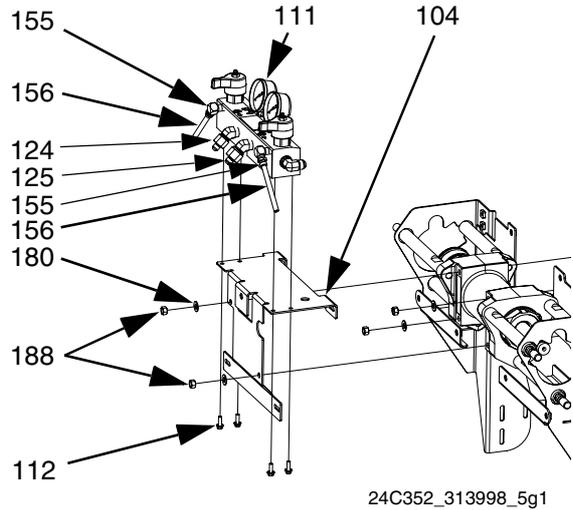

FIG. 6
5. Vea la FIG. 6. Retire cuatro tornillos (107) que fijan la bomba en línea al conjunto de alimentación hidráulica. Esto también soltará la placa del colector (104) del impulsor hidráulico.
2. Vea la FIG. 6. Alinee la placa del colector (104) con el impulsor hidráulico. Alinee el impulsor hidráulico con el conjunto de alimentación hidráulica. Instale cuatro tornillos (107) que fijan el impulsor hidráulico al conjunto de alimentación hidráulica. Esto también instalará la placa del colector (104) del impulsor hidráulico. Apriete a 33,9 N•m (300 pulg-lb).